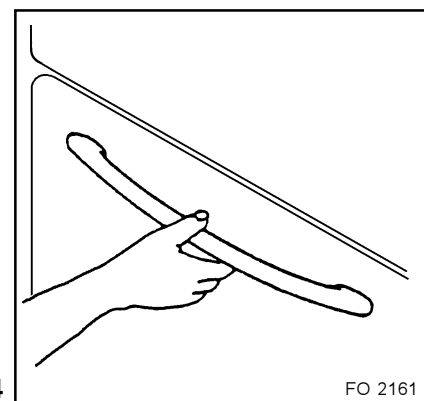

Fig. 4
- placez le thermostat sur le repère MAX (250) et le sélecteur sur la position ;
**Pour ouvrir la porte du four, empoignez toujours la poignée au centre (fig. 4).**